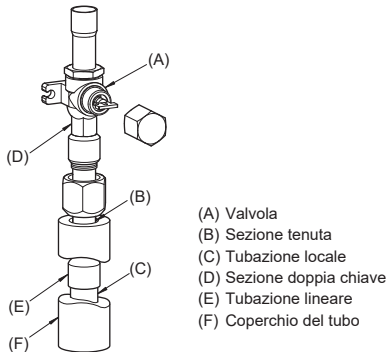

Fig. 4-3
- (3) Per il collegamento delle tubazioni lato gas, procedere nel modo seguente. (Fig. 4-3)